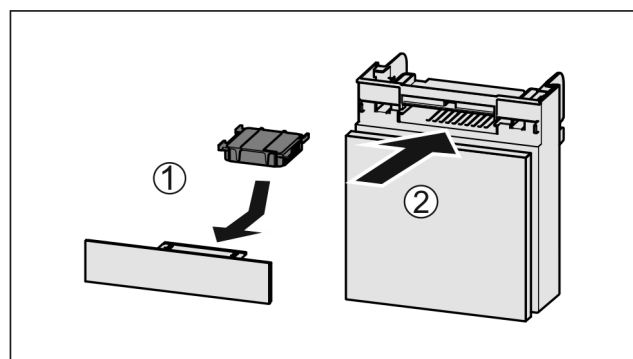

Fig. 159
- Anbring aktivkulfilteret som vis på billedet Fig. 159 (1).
- Skub rummet ind Fig. 159 (2).